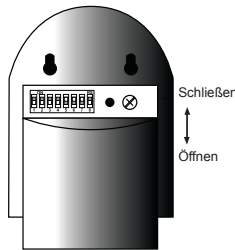
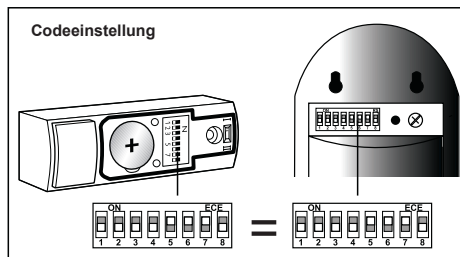

Abb.10
Abb.13
- Drücken Sie auf die Melodieauswahl Taste. Bei jedem Drücken ertönt ein andere Melodie. Wiederholen Sie diesen Vorgang, bis Sie an dem von Ihnen gewünschten Klang angelangt sind. Der Funk-Gong spielt dann die zuletzt gewählte Melodie ab. Schieben Sie die Abdeckung wieder nach oben (Abb.10).
- Öffnen Sie die Abdeckung des Funk-Klingeltasters wie oben beschrieben (Abb. 1-3). Ändern Sie die Schalterstellung und prüfen Sie, ob die Störung beseitigt ist, wenn diese durch den Sender verursacht wurde. Öffnen Sie nun die Abdeckung am Funk-Gong (Abb. 10) und stellen Sie hier den gleichen Code ein (Abb. 13). Prüfen Sie, ob die Störung beseitigt ist, wenn diese beim Funk-Gong aufgetreten ist.